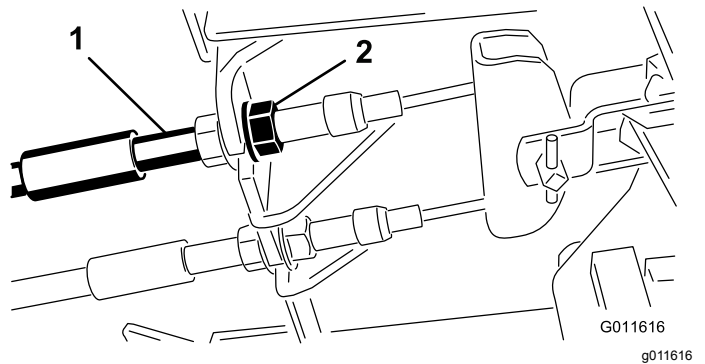

Figure 84
1. Pour réduire la garde aux pédales de frein, serrez les freins en desserrant l'écrou avant sur l'extrémité filetée du câble de frein (Figure 84).